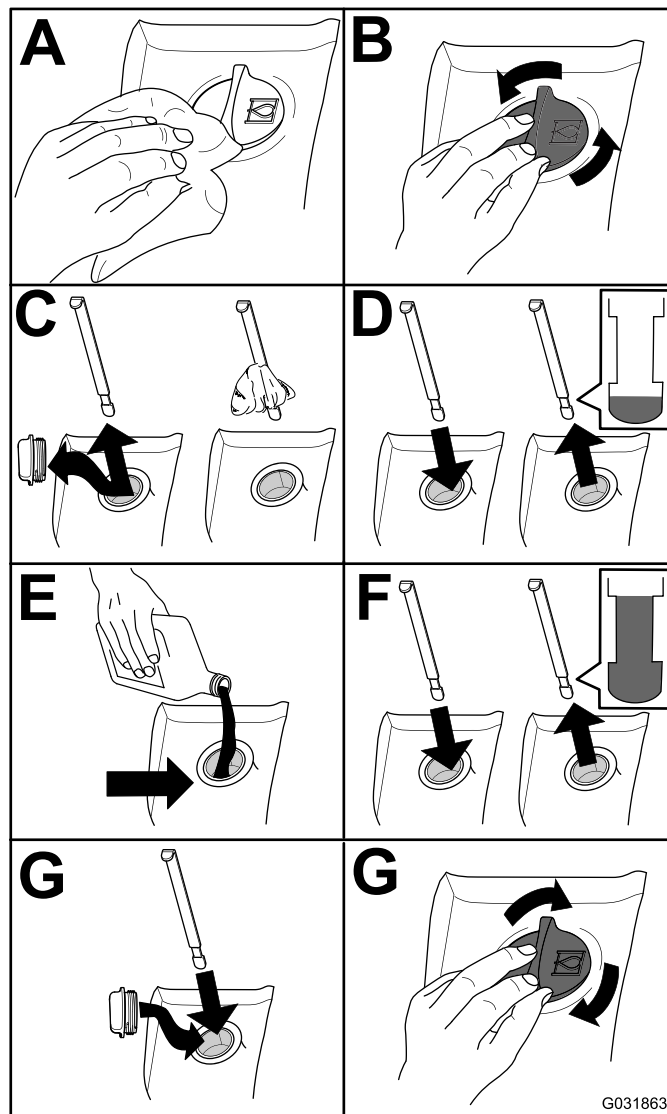

Figura 121
2. Verificai nivelul de ulei hidraulic (Figura 121).